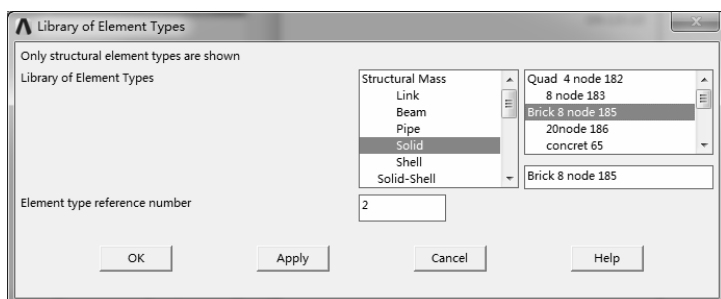

图 7-217 “Library of Element Types”对话框
3) 单击“Add...”按钮,弹出“Library of Element Types”对话框,在左边的列表中选择“Solid”选项,即选择实体单元类型,然后在右边列表中选择“Brick 8 node 185”单元,如图 7-217 所示。单击“Library of Element Types”对话框的“OK”按钮,返回“Element Types”对话框